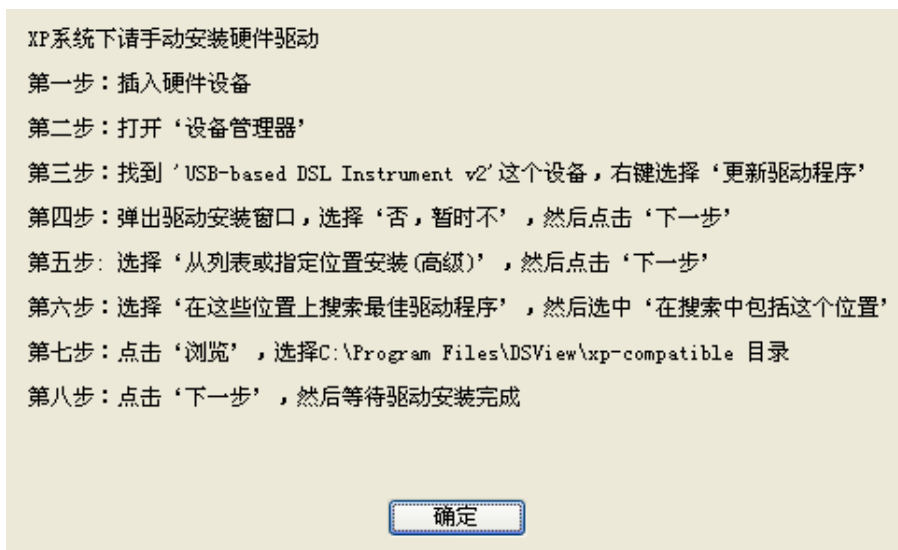

图 1-1
d) 对于 xp 系统，安装过程会跳出如图 1-1 所示的提示窗口，根据提示手动安装设备驱动即可。